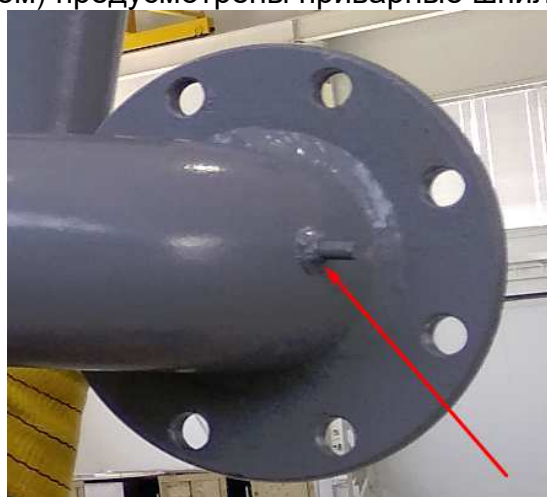

Рисунок 41
- Каждого подвижного звена устройства верхнего налива между собой, для этого на отводах (перед шарниром) предусмотрены приварные шпильки (см. рисунок 41);